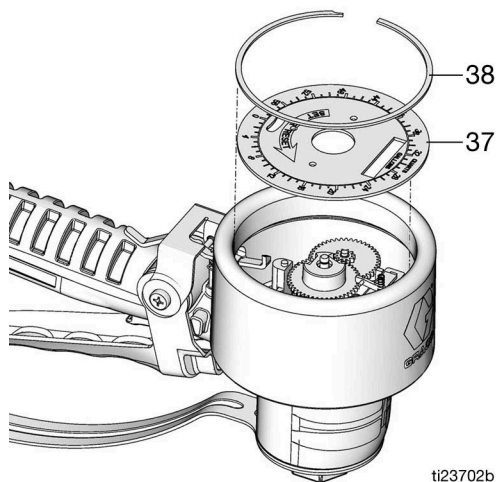

FIG. 33
3. Coloque el panel de la placa frontal (37) y el clip de retención grande (38) (FIG. 33).